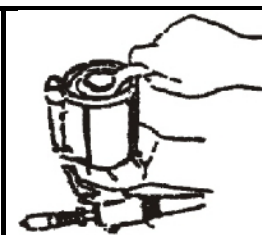

Fig.2
- 2.3. Use la llave para abrir la tapa (Fig.2).